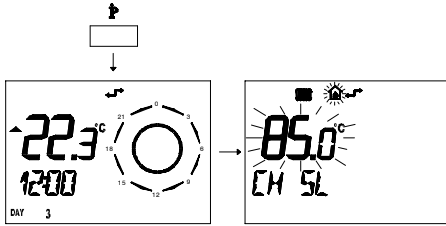

fig. 5.24
- 1 Premere per più di 3 secondi il pulsante  per entrare in modalità **INFO**.fig. 5.24